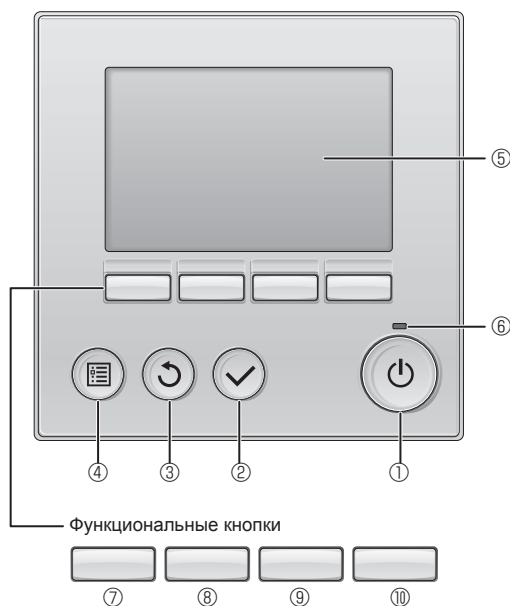

Fig. 7-2
7.3.1. С использованием проводного пульта дистанционного управления (Fig. 7-2)